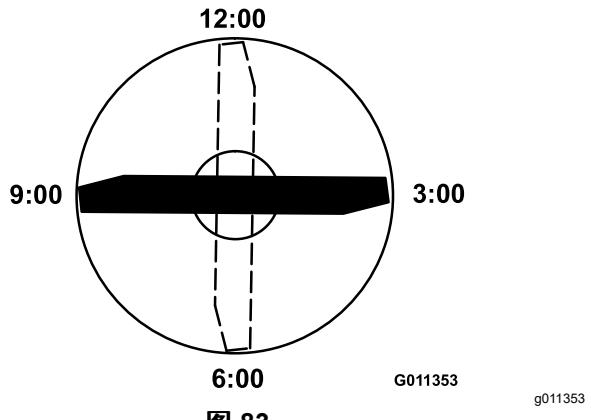

图 83
- 将刀片带标记一端的刀刃放在 12 点钟位置剪草方向的正前方 (图 83) 并测量从桌面到刀片刀刃的高度。
- 将刀片的标记端旋转至 3 点钟和 9 点钟位置 (图 83) 并测量高度。